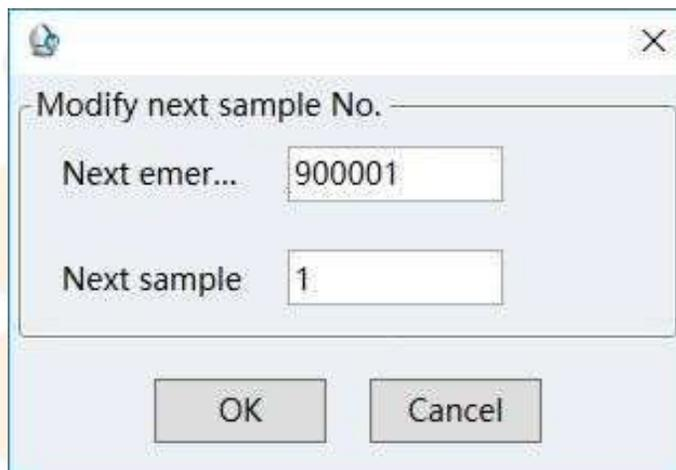

Figura 5-8 Siguiete muestra
4) "  Sample No ": Puede modificar la próxima emergencia y la próxima muestra en el cuadro de diálogo resultante, como se muestra en la figura 5-8.